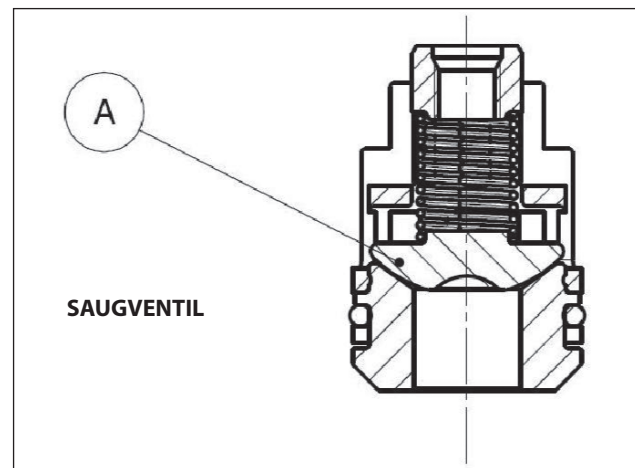
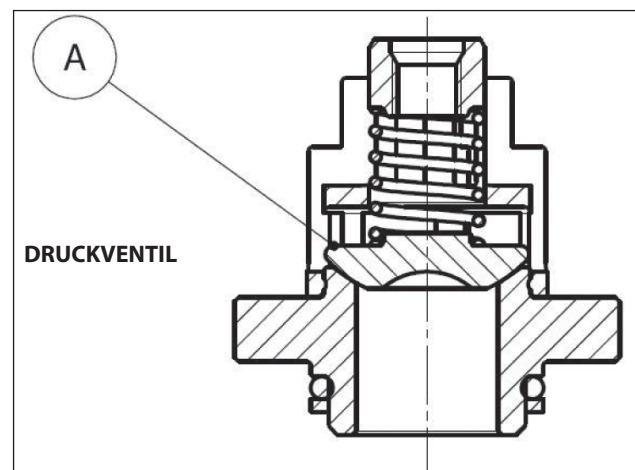

Abb. 26
Abb. 27
2. Achten Sie bei Version HF18 – WK355 außerdem darauf, die Kugelventile auf Saugseite nicht mit denen auf Druckseite „A“ (Abb. 26, Abb. 27), Pos. 46 Explosionszeichnung, zu verwechseln, siehe Kapitel 16 der **Betriebs- und Wartungsanleitung**.